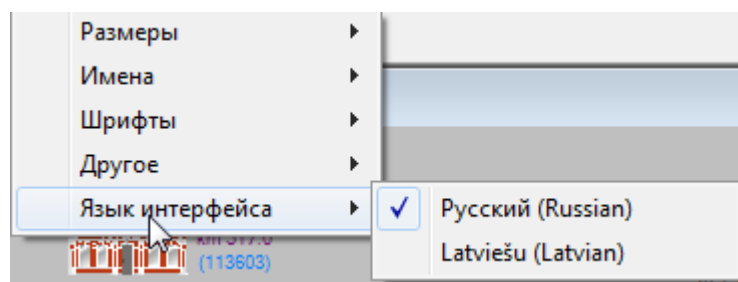

Рис.322
- «Язык интерфейса» (см. рис. 322) позволяет выбрать язык интерфейса, отметив его галочкой.